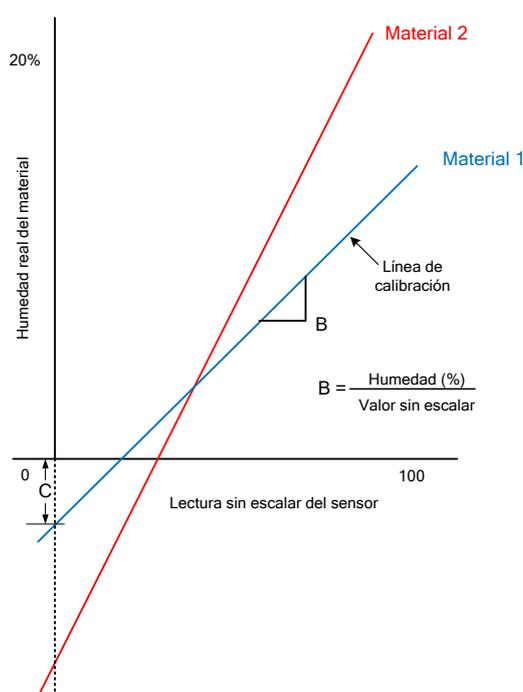

Ilustración 34: Calibraciones para dos materiales diferentes
La relación entre el cambio en el porcentaje de humedad respecto al cambio en el valor sin escalar no será la misma para dos materiales diferentes, como se muestra en la Ilustración 34. Este hecho es debido a que cada material dispone de sus propias características eléctricas. La calibración es el proceso de establecer una correlación de las lecturas sin escalar de los sensores con un valor que represente el porcentaje de humedad del material.
La ecuación de la línea de calibración se define por el gradiente (B) y la desviación (C); consulte Ilustración 34. Estos valores se conocen como los coeficientes de calibración.